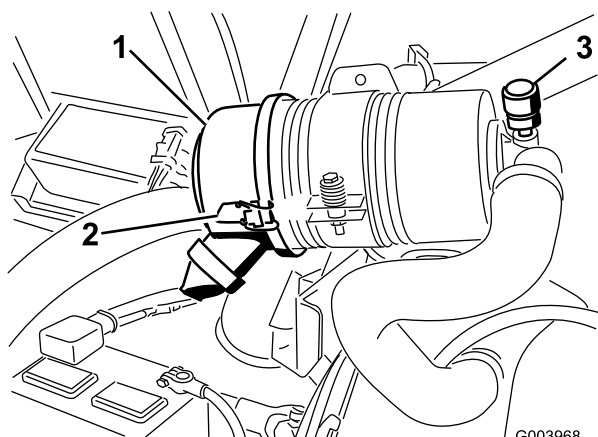

Bild 54
Warten Sie den Luftfilter nur, wenn die Wartungsanzeige dies angibt (Bild 54). Das frühzeitige Auswechseln des Luftfilters erhöht nur die Gefahr, dass Schmutz in den Motor gelangt, wenn Sie den Filter entfernen.
1. Lösen Sie die Riegel, mit denen die Abdeckung des Luftfilters am Luftfiltergehäuse befestigt ist (Bild 54).